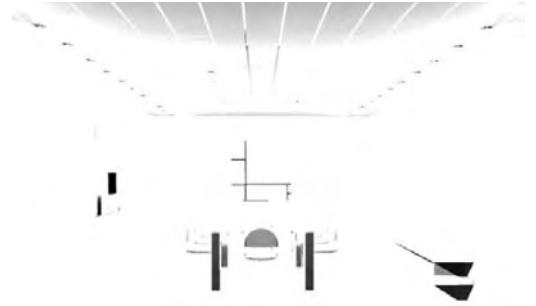

Fig.14.31
- 2 Effectuez le calcul du rendu. Le résultat est assez désastreux comme signalé plus haut. La lumière est trop intense (fig.14.31). Un premier remède est d'activer l'atténuation automatique via l'option **Atténuation** et **type** des propriétés de la lumière. Un second remède est de définir les limites d'action de la lumière. Nous allons explorer cette méthode.